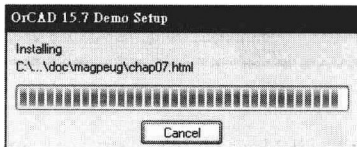

图 1.8 “Installing”对话框
⑥ 单击“Next>”键,出现“Installing”对话框,开始安装软件,如图 1.8 所示。